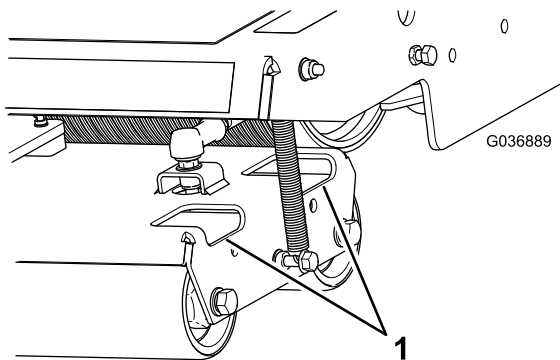

Figura 40
2. Curățați murdăria i reziduurile de pe role după cum este necesar, pulverizând apă prin orificiile din carcasele rolei (Figura 40).